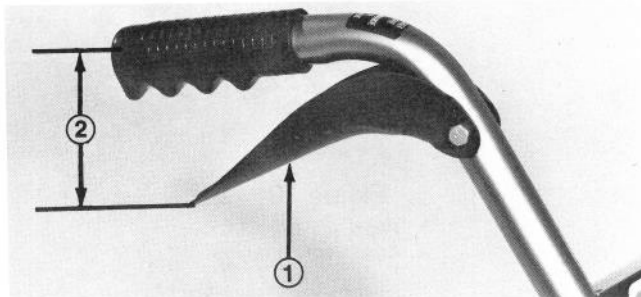

Figure 5
1. Mesurez la distance entre le centre du mancheron et le bout du levier de commande de tarière. Cette distance devrait être 6-1/2 pouces (16.5 cm) (Fig. 5).